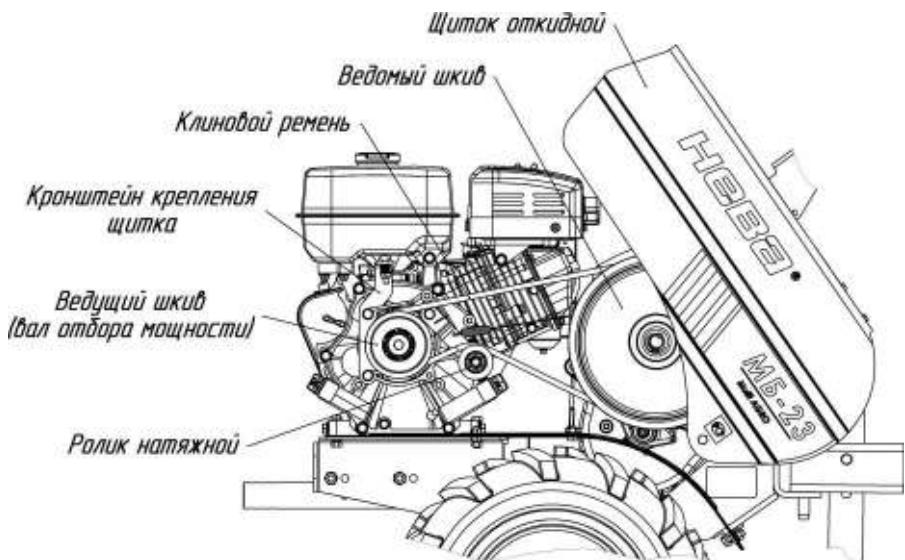

Рис.2 Мотоблок модификаций МБ23 МультиАГРО. Вид слева
**Щиток откидной** – устанавливается на мотоблок, предназначен для защиты вращающихся частей мотоблока и для облегчения сервисного обслуживания изделия (рис.2).